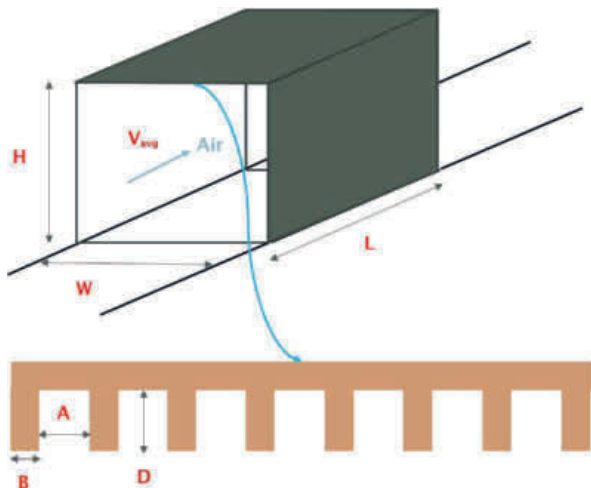

Abbildung 4.1: Schematische Darstellung der Parameter für die CFD-Simulationen.
Abbildung 4.1 stellt die oben genannten Parameter schematisch dar. Die Geometrie ist durch die Breite (W), die Höhe (H) und die Länge (L) der Überführung gegeben. Ein weiterer Parameter ist die mittlere Luftgeschwindigkeit (V_{avg}) am Eingang des Tunnels. Für die nachfolgenden Berechnungen wurden diese als fest vorgegeben, wobei deren Werte der vorliegenden Situation der gebauten Überführung in Suhr (AG) entsprechen. Im unteren Teil der Abbildung 4.1 ist ein Teil des Querschnittes des Holz-Tragwerkes der Überführung vereinfacht dargestellt. Hierbei sind die drei Parameter A (Abstand zwischen den Balken), B (Breite des einzelnen Balken) und D (Höhe der Balken = Tiefe des Lufthohlraumes) als variierende Grössen angenommen.
Tabelle 4.1: Werte für die drei Parameter A, B und D des Holz-Tragwerkes gemäss Abbildung 4.1.